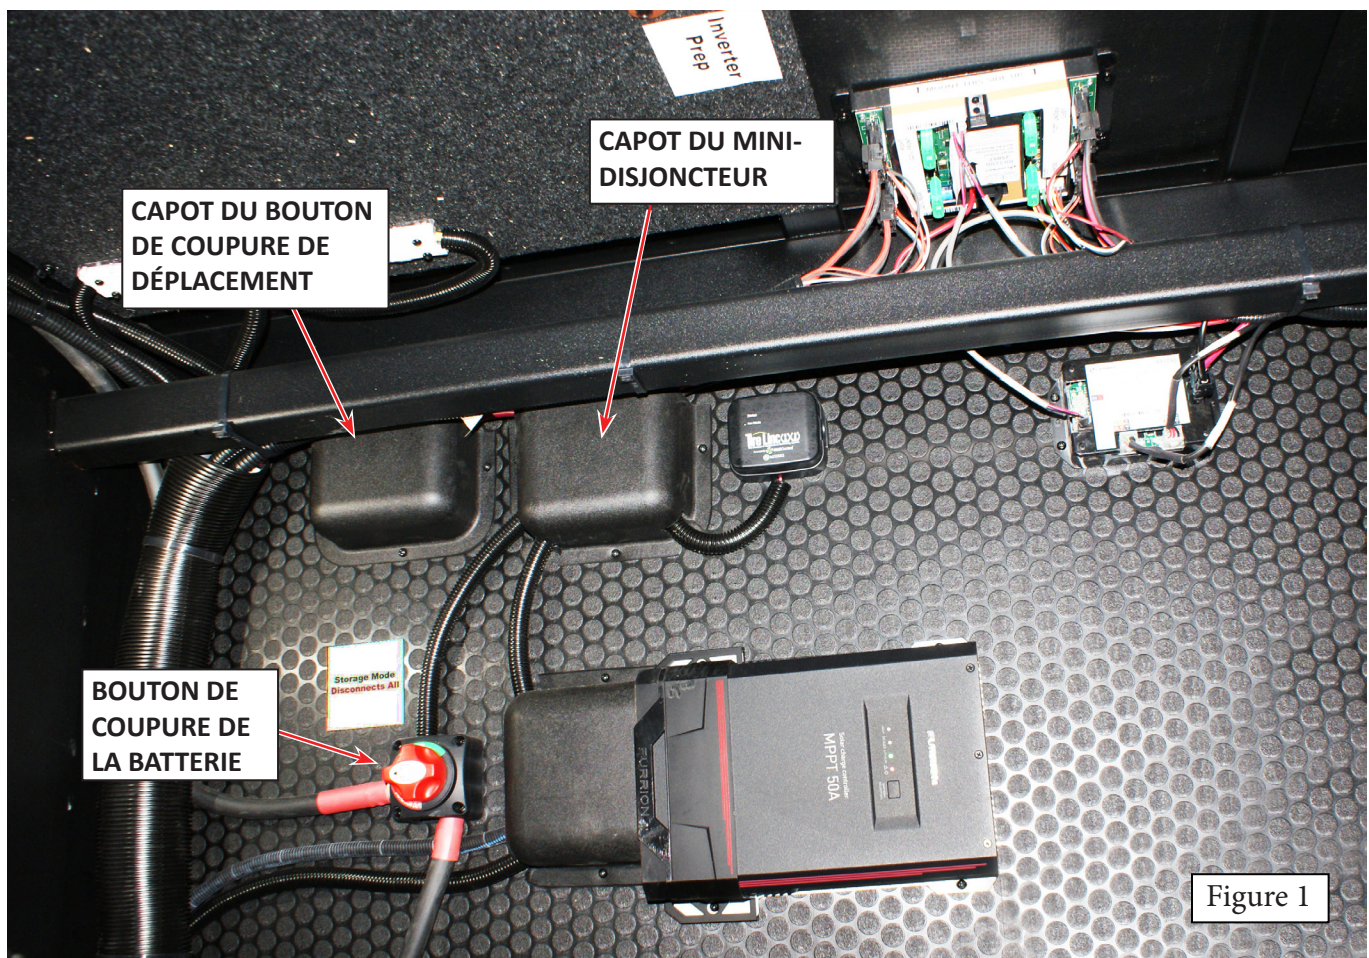

Figure 1
2. Assurez-vous que le bouton de coupure de la batterie (Figure 1) soit éteint et que le VC soit débranché de l'alimentation de stationnement.